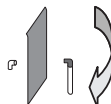

図6
- ④目詰まりサイン・保護エルボを180度回転させ同じ位置に固定してください。(図6)